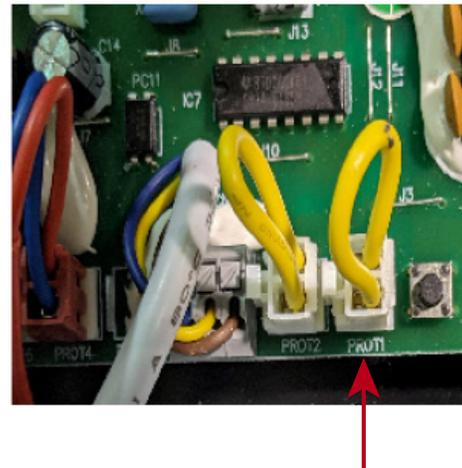

Figure 19. Installation du câble du contrôleur d'automatisation
5. Pour installer le câble de contrôleur d'automatisation, couper et épisser le fil cavalier JAUNE du terminal **PROT1** au câble du contrôleur d'automatisation. Voir Figure 19.